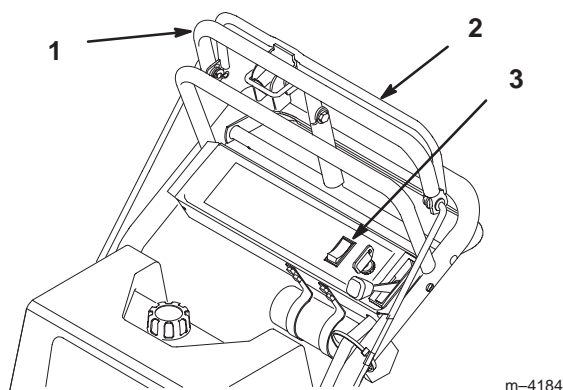

Figure 17
1. Tirez sur la barre de commande supérieure pour arrêter la machine (Fig. 17).
1. Relâchez la barre de commande des lames pour débrayer les lames (PdF) (Fig. 17).